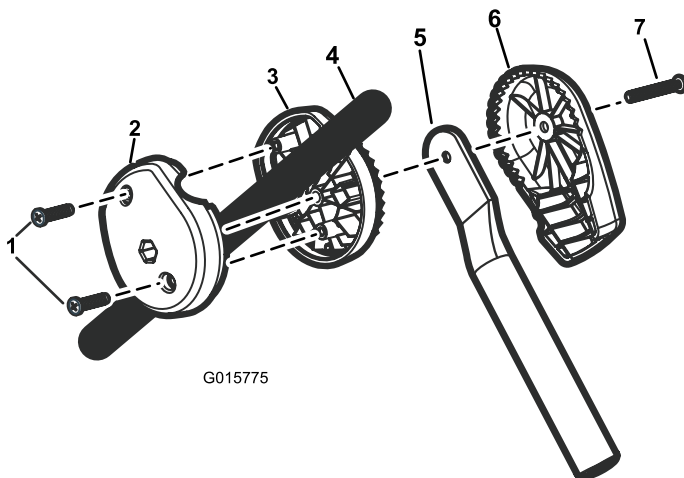
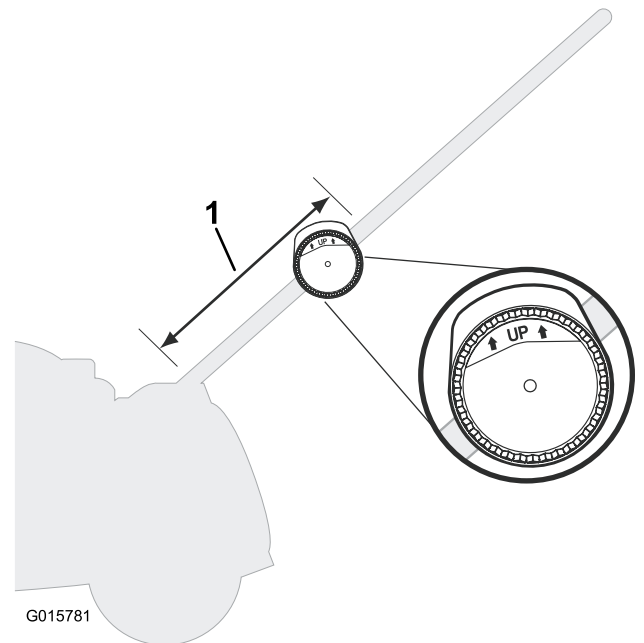

Figure 1
Figure 2
1. Dans le tiers inférieur du guidon, placez la bride intérieure à l'intérieur du guidon (Figure 1).
2. Placez la bride extérieure à l'extérieur du guidon, la mention **Up** tournée vers le haut (Figure 2), et fixez les deux brides au guidon au moyen de 2 vis Phillips (Figure 1).
3. Placez le tube vertical dans le dispositif de réglage de l'angle. Assurez-vous que la partie supérieure du tube vertical repose **à plat** sur la partie intérieure du dispositif de réglage de l'angle (Figure 1).
4. Utilisez la vis à tête tronconique pour fixer le tube vertical et le dispositif de réglage de l'angle à la bride de serrage comme illustré à la Figure 1.